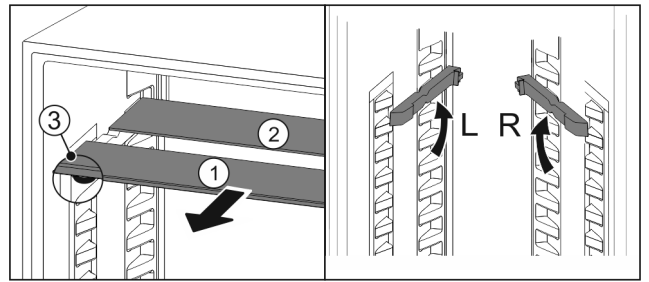

Fig. 46
- ▶ Sortir les tablettes par l'avant Fig. 46 (1).
- ▷ La tablette en verre Fig. 46 (1) avec bordure décorative est située à l'avant.
- ▷ Les butées Fig. 46 (3) sont orientées vers le bas. Appareil avec compartiment congélateur :*